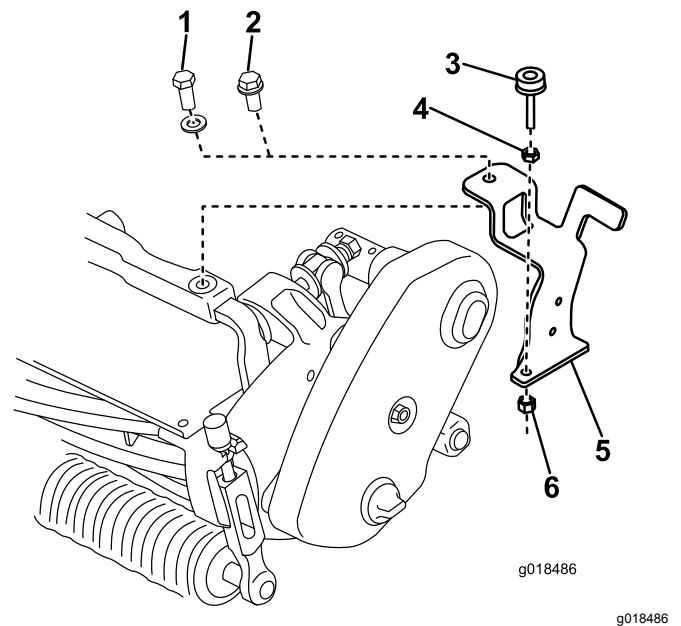

Bild 2
- Befestigen Sie die Bürstenhalterung in Flex-Modellen 1800/2100 mit einer Bundkopfschraube ($\frac{3}{8}$ x 1") am Vorderrahmen und an der Nase. Siehe **Bild 2**.
- Befestigen Sie die Bürstenhalterung in Flex-Modellen 18/21 mit einer neuen Schraube (M10 x 30 mm) und der vorher entfernten Scheibe am Vorderrahmen und an der Nase (**Bild 2**).
4. Befestigen Sie die Niveaueinstellschraube mit einer Klemmmutter (5/16") und Sicherungsmutter (5/16") lose an der Bürstenhalterung. Siehe **Bild 2**.